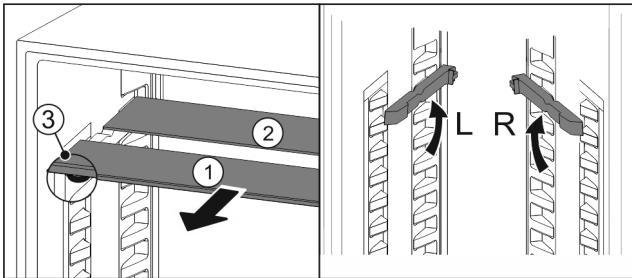

Fig. 195
- Sortir les tablettes par l'avant Fig. 195 (1).
- La tablette en verre Fig. 195 (1) avec bordure décorative est située à l'avant.
- Les butées Fig. 195 (3) sont orientées vers le bas.